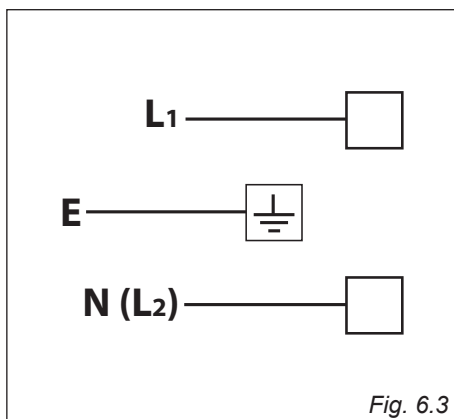

Fig. 6.3
- Tilslut fase, nul og jord som vist på tilslutningsdiagrammet Fig. 6.3.